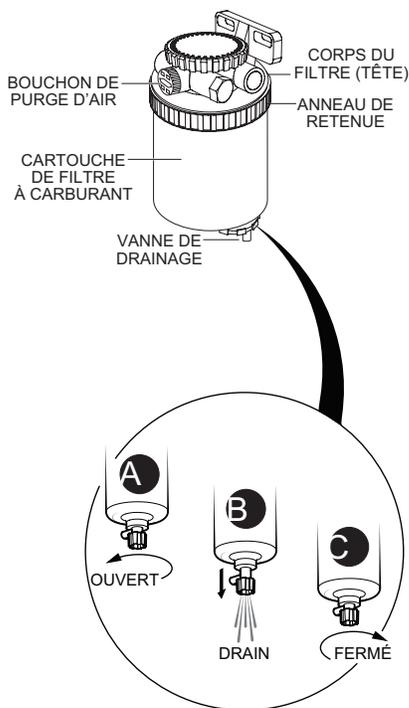

Figure 71. Vidange du filtre à carburant
1. Desserrer le bouchon du purgeur d'air (Figure 71) sur le corps du filtre à carburant.